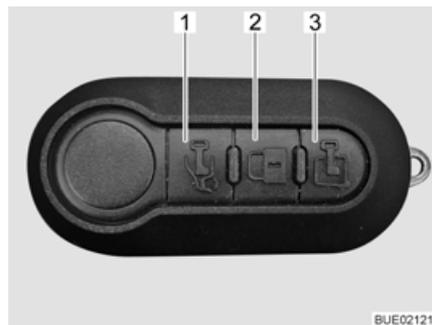

Bild 59 Multifunktionale Fernbedienung (3 Tasten)
- Taste  (Bild 59,1) einmal kurz drücken. Die Fahrertür ist entriegelt.
- Taste  (Bild 59,3) einmal kurz drücken. Die Eingangstür ist entriegelt.
- Taste  (Bild 59,2) einmal kurz drücken. Alle Türen sind verriegelt.